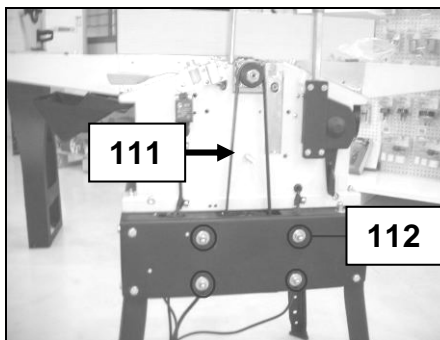

Fig 78
- Remontez le protecteur d'arbre (108) au maximum (Fig 78).
- Démontez le boîtier de commande électrique (109).
- Dévissez et ôtez le carter de protection (110).
- Vérifier la tension de la courroie (111) en appliquant une pression du doigt sur celle-ci: elle doit s'écarter de sa position initiale de 15 à 20 mm au maximum (Fig 78).
- Réglez la tension si nécessaire en desserrant les 4 écrous à tête bombée (112):
- Resserrez les 4 écrous (112), remettez et fixez le carter de protection (110) et le boîtier électrique (109), puis abaissez le protecteur d'arbre (108) en position initiale.